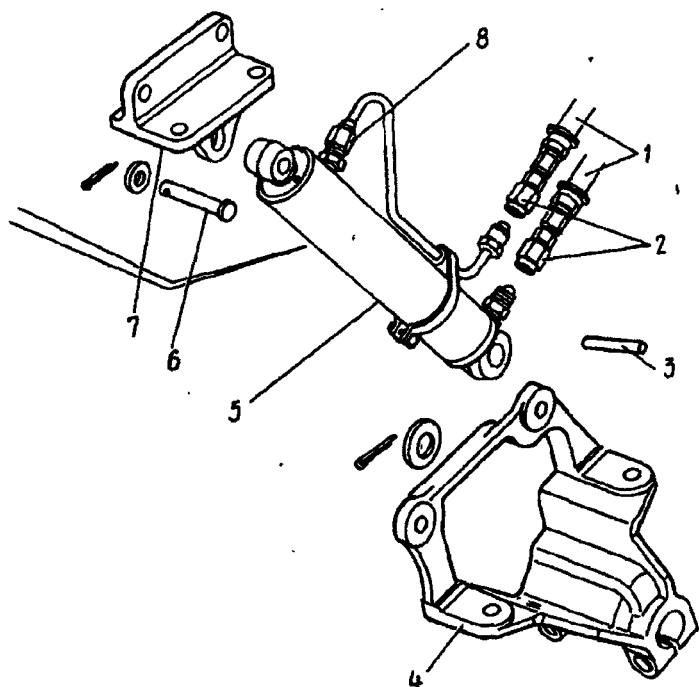

Рис. 66. Гидроцилиндр механизма опрокидывания кабины:
2. Отверните накидные гайки 2 (рис. 66) и отсоедините шланги 1 от цилиндра 5. Установите в шланги пробки